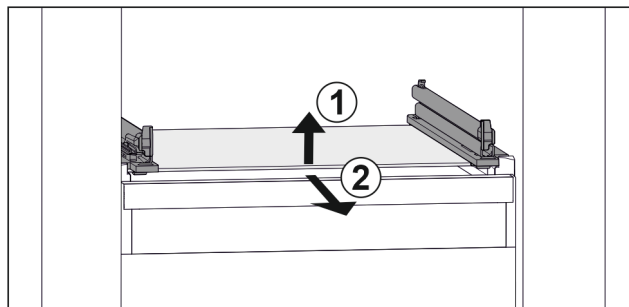

Fig. 42 Príklad zobrazenia sklenenej dosky
- ▶ Nadvihnite sklenenú dosku vpredu. Fig. 42 (1)
- ▶ Odoberte sklenenú dosku dopredu. Fig. 42 (2)